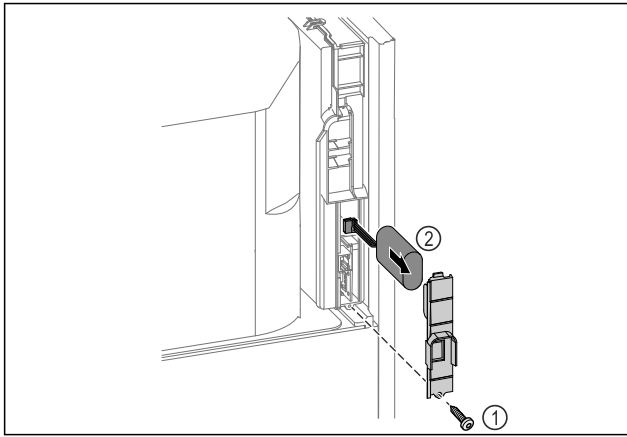

Fig. 222
- ▶ Izskrūvējiet skrūvi un noņemiet pārsegu ierīces aizmugurē Fig. 222 (1).
- ▶ Atvienojiet un izņemiet bateriju Fig. 222 (2).